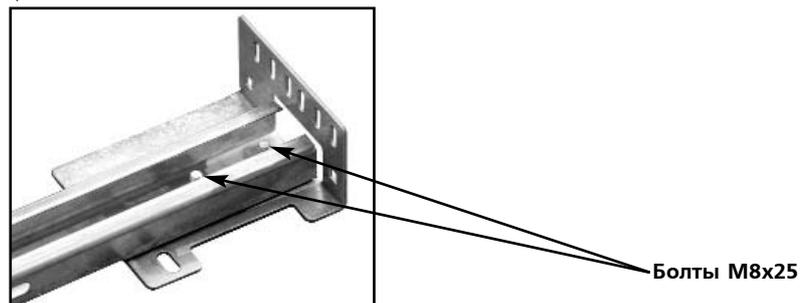

Рис. 18. Соединение перемычки с суппортом
- 3) Закрепить к перемычке с обеих сторон суппорты при помощи болтов М8х25 (рис. 18);